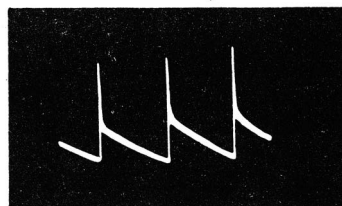

FIG. 3 — Formas de onda típicas encontradas em um receptor de TV.
As formas de onda pulsadas são comuns na operação de receptores de TV, como é mostrado na Fig. 3. Na Fig. 3A é mostrado o sinal do oscilador de cor, de 3,58 MHz. A Fig. 3B mostra a forma de onda na grade da válvula de saída vertical, e a Fig. 3C mostra a forma de onda na placa da mesma válvula. A tensão de pico-a-pico da forma de onda mostrada em (B) é de, aproximadamente, 150 V, enquanto que a da mostrada em (C) é de, aproximadamente, 1.500 V, de-